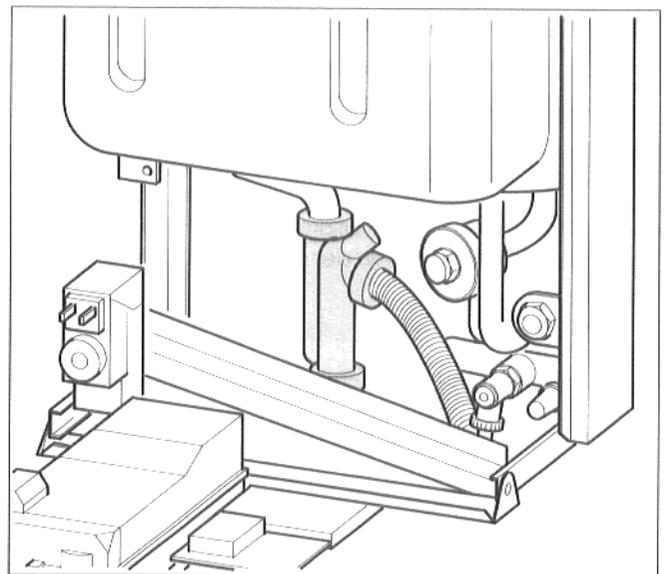

Abb. 8 Siphon für Kondenswasserableitung
- Siphon mit Wasser füllen (Abb. 8).